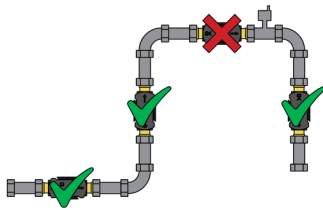

Fig.1
1. No colocar el caudalímetro en el punto más alto de la instalación (Fig.1);